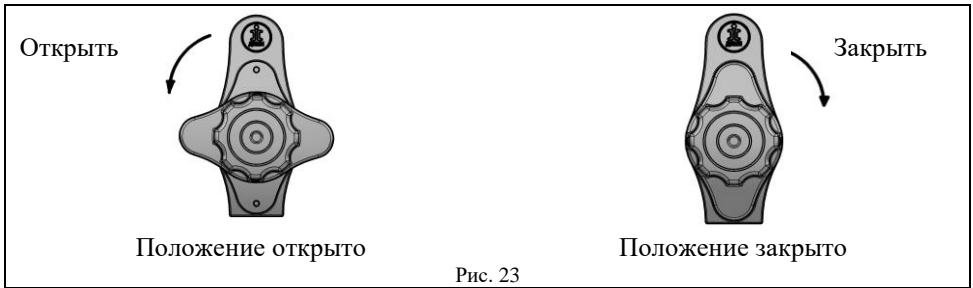

Рис. 23
- повернуть корпус фиксатора на замке стойки против часовой стрелки в положение «открыто» (см. рис. 23);
- приподнять основание стола вверх (см. рис. 23а, 24), вытащить замок стойки;
- опустить основание стола до упора, повернуть корпус фиксатора по часовой стрелке в положение «закрыто» (см. рис. 23).
Рис. 23а